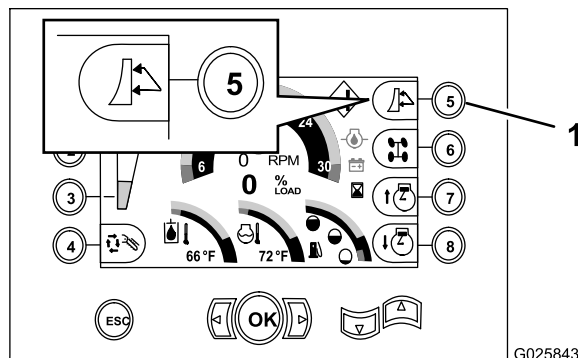

Figura 46
1. Cambie la máquina a la función de relleno pulsando el botón 5 del centro de control hasta que aparezca el icono de la hoja de relleno (Figura 46).